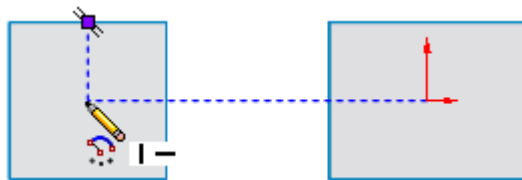
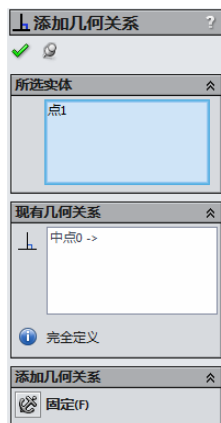

图 11-115 捕捉中心点
图 11-116 确定圆弧起点
①单击“标准视图”工具栏中的“正视图”按钮, 正视图于绘制草图基准面, 单击“草图”工具栏中的“圆心/起点/终点圆弧”按钮, 绘制一个圆弧, 圆弧的圆心在绘图基准面的中心点, 可以执行智能捕捉功能来确定中心点, 如图 11-115 所示。执行智能捕捉功能捕捉基准面边线的中点作为圆弧的起点, 这时, 系统将自动添加起点在边线中点的几何关系, 如图 11-116 所示。